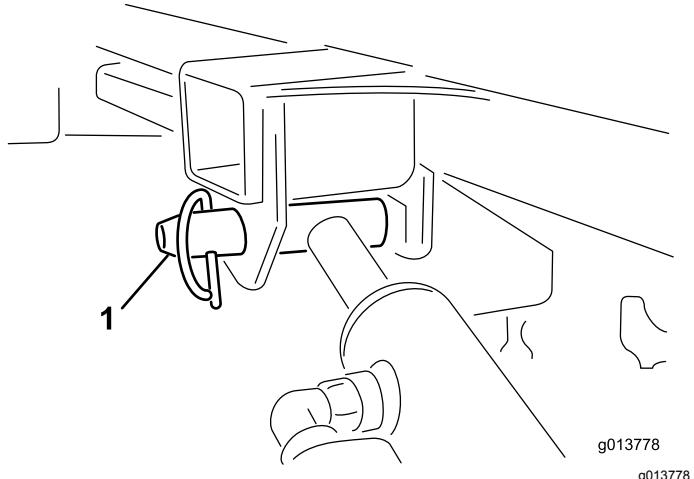

图51
11. 用一只手抓住提升油缸。用另一只手拆下提升油缸的锁定销 图51。